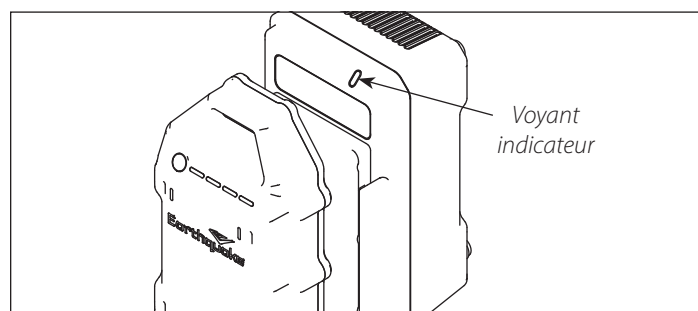

Figure 5
3. Le voyant indicateur de charge doit clignoter en vert. **VOIR FIGURE 5.**